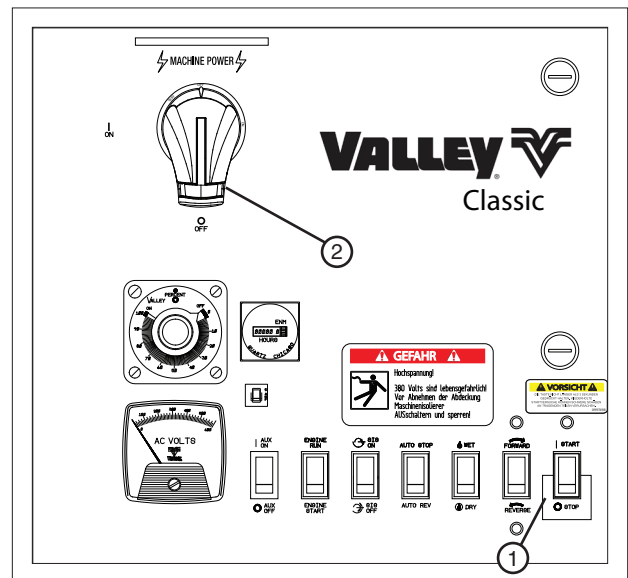

Abbildung 29-2 1. Schalter Start/Stop
1. Den Schalter START/STOP in die Stellung STOP schalten. Siehe Abbildung 29-2.
2. Den Haupttrennschalter in die Stellung OFF (Aus) drehen. Siehe Abbildung 29-2.